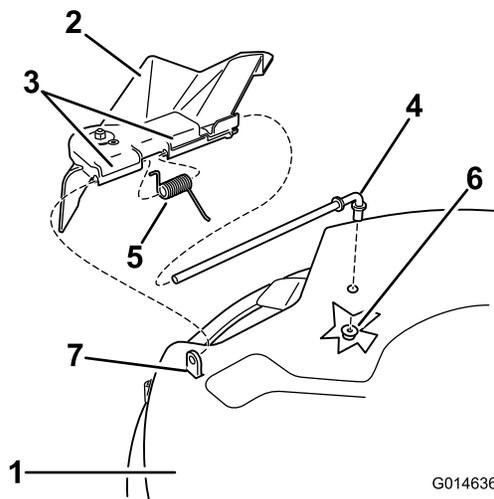

Figura 57
- Localice los elementos mostrados en la Figura 57.
- Retire la tuerca (3/8 pulg.) de la varilla (debajo del cortacésped) (Figura 57).
- Retire la varilla del espaciador corto, del muelle y del deflector de hierba (Figura 57).
- Vuelva a colocar el deflector de hierba (Figura 57).
- Coloque el muelle sobre la varilla, con los extremos de los alambres hacia abajo, y entre los soportes del deflector de hierba. Deslice la varilla por el segundo soporte del deflector de hierba (Figura 57).
- Sujete el extremo trasero de la varilla al cortacésped con una tuerca (3/8 pulgada), según se muestra en Figura 57.